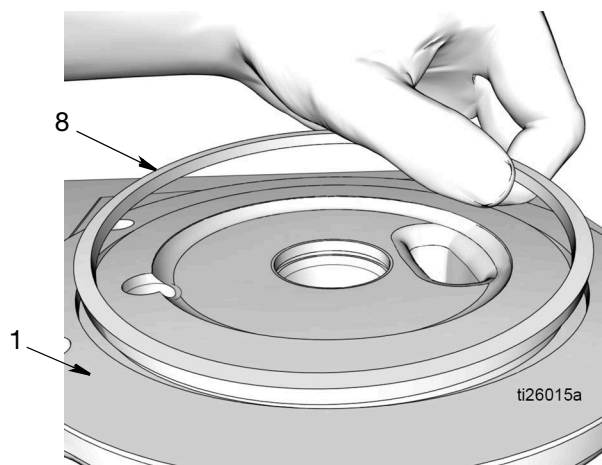

FIG. 45
7. Aplique una capa fina de grasa en la junta tórica cuadrada (8). Monte la junta tórica cuadrada (8) en la ranura de la base de la bomba (1) como se observa en FIG. 45.